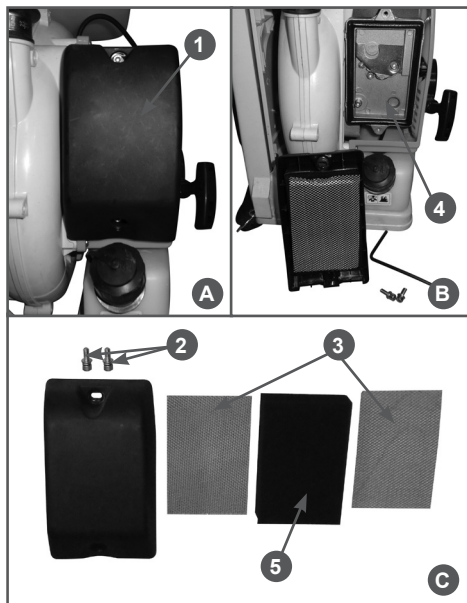

Рис. 21 Обслуживание воздушного фильтра
Загрязнение воздушного фильтра может препятствовать поступлению воздуха для образования воздушно-топливной смеси. Для предотвращения неисправностей двигателя надо осуществлять регулярное обслуживание воздушного фильтра (Рис. 21). При работе в условиях повышенной запыленности воздушный фильтр необходимо обслуживать чаще.
1. Открутите два винта 2 крепления крышки 1 воздушного фильтра ключом шестигранным 4 мм и снимите крышку воздушного фильтра (Рис. 21А, 21В).
2. Извлеките металлические сетки 3 и фильтрующий элемент 5 из крышки (Рис. 21С) и проверьте их состояние.
6. Очистите от загрязнений крышку и опору 4 воздушного фильтра (Рис. 21В).